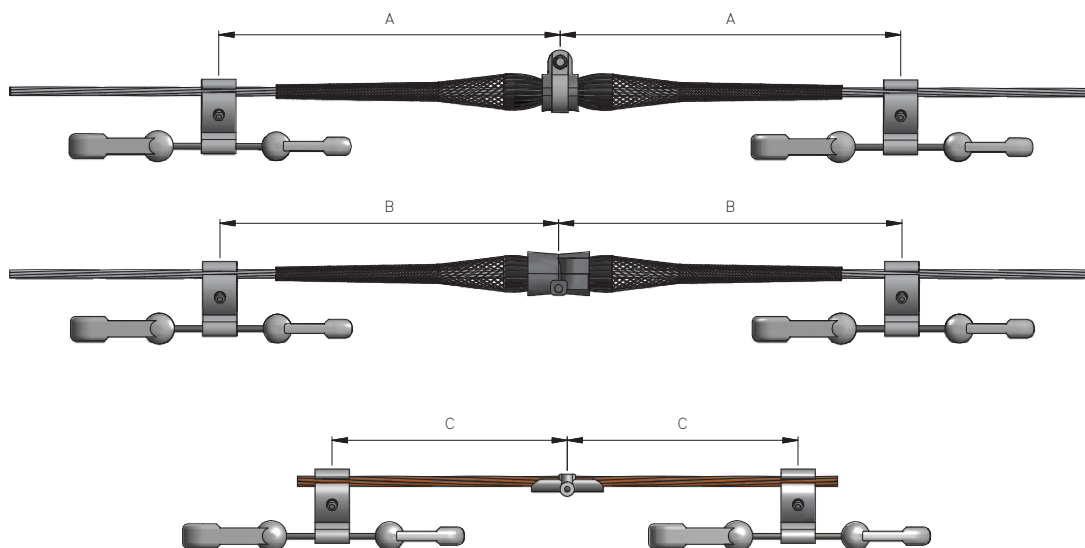

FIGURA 1 – APLICAÇÃO EM ESTRUTURAS DE SUSPENSÃO
- EM ESTRUTURAS DE SUSPENSÃO, AS DISTÂNCIAS DE AMORTECIMENTO (A, B E C) SÃO INDICADAS PELO FABRICANTE, SENDO MEDIDAS A PARTIR DO CENTRO DA FERRAGEM DE FIXAÇÃO DE SUSPENSÃO AO CENTRO DO AMORTECEDOR, CONFORME FIGURA 1 DA PÁGINA 2/3;